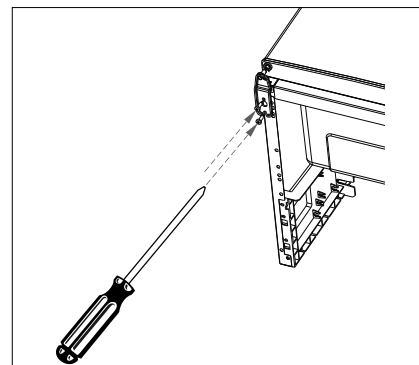

Fig. 12
- ▶ Spænd ikke skrueene helt fast endnu, da frysekabsdøren (4) stadig skal kunne justeres. Spænd først skrueene, når en ensartet lukning af frysekabsdøren (4) er mulig. (fig. 12)